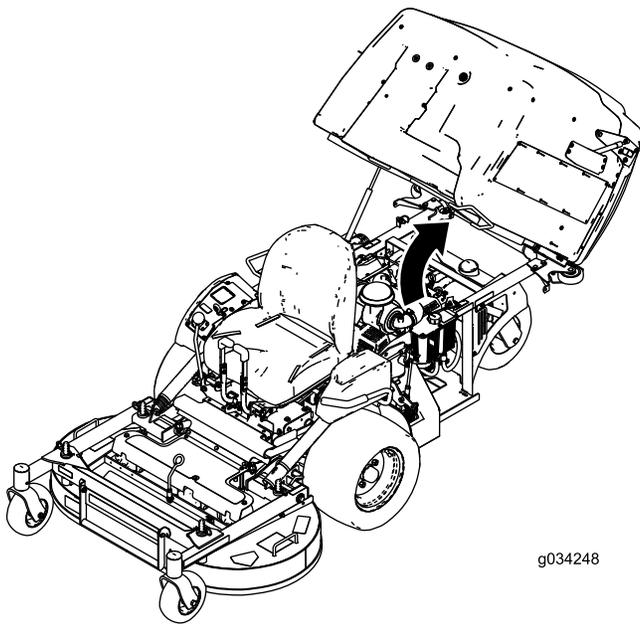

Figura 30
2. Alzate la tramoggia (Figura 30).